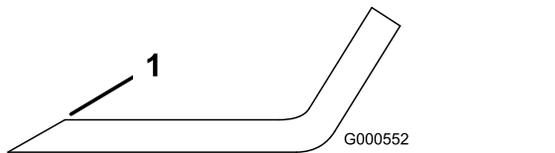

Figura 90
1. Utilize uma lima para afiar aresta de corte em ambas as extremidades da lâmina (Figura 90).
Nota: Se lâmina não estiver equilibrada, lime algum metal da extremidade da aba apenas (Figura 90).